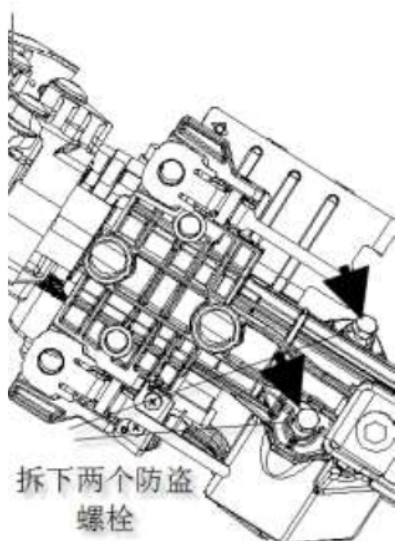

图 18
① 使用中心冲子，在两个防盗螺栓上做中心标记。
② 使用 3~4mm 的钻头，钻入这 2 个螺栓。
③ 使用螺丝刀，拆下 2 个螺栓和转向管柱上轴锁总成。如图 18 所示。